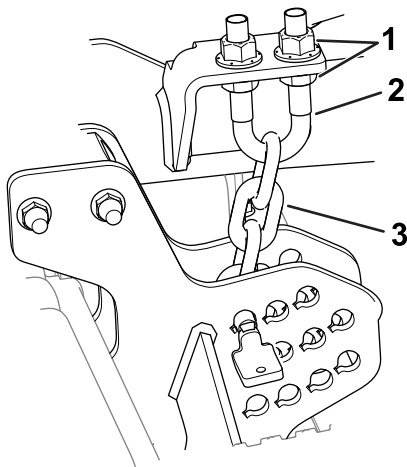

Figure 10
6. Desserrez les écrous de blocage en haut ou en bas de l'étrier fileté de la chaîne de hauteur de coupe (Figure 10).